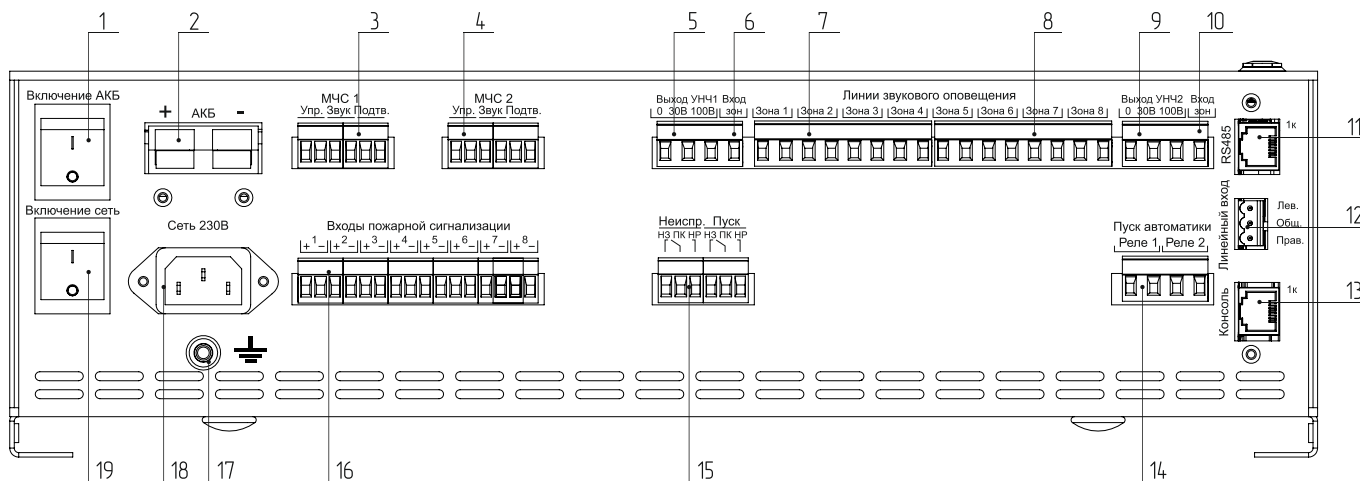

Рисунок 2 – Прибор управления «Тромбон ПУ-8К», вид со стороны задней панели.
Прибор «Тромбон ПУ-8К» имеет 8 входов пожарной сигнализации (Рисунок 2, поз. 16) для подключения к выходам ППКП (Прибора Приёмного Контрольного Пожарного). Выходы ППКП могут быть релейным или типа «открытый коллектор».
5.2.2 Цифровое подключение к сопряжённой комплексной системе безопасности через последовательный порт «RS485» (Рисунок 2; поз. 11). Подключение выполняется кабелем «Витая пара». Назначение контактов последовательного порта «RS485» приведено в Приложении 3.
Прибор имеет два специальных входа «МЧС 1» и «МЧС 2» (Рисунок 2, поз. 3, 4). Входы предназначены для стыковки с блоком централизованного запуска системы оповещения МЧС (БЦЗ системы П-166 или аналогичными). Входы выполнены в виде 6-контактного разъёма. Контакты «Упр.» данного разъёма – это логический вход управления прибором (реагирующий на замыкание контактов), контакты «Звук» - вход звукового сигнала с уровнем 0 дБ (0,775 В) от БЦЗ МЧС.
Для подключения удалённых консолей предназначен специальный порт «Консоль» (Рисунок 2, поз. 13). Порт выполнен в виде 8-контактного разъёма типа RJ45. К нему можно подключать до 8-и адресных удалённых консолей типа «Тромбон УК».
а) Разъём «Линейный вход» (Рисунок 2, поз. 12) предназначен для подключения к прибору источника звукового вещания и музыкальных программ. Вход стереофонический, используется только в режиме звукового вещания. Максимальное входное напряжение сигнала на данном входе – 250 мВ.
а) Для подключения линий звукового оповещения предназначены два 8-и контактных разъёма «Линии звукового оповещения» (Рисунок 2; поз. 7, 8). Всего прибор имеет выходы для подключения восьми линий связи со звуковыми оповещателями с обеспечением контроля исправности. Контроль исправности может быть отключён программно. Схема подключения линий звукового оповещения к прибору «Тромбон ПУ-8К» приведена в Приложении 6.
в) Для выбора напряжения в линии оповещения зон 1, 2, 3 и 4 необходимо установить перемычку между контактом «30В или «100В» (Рисунок 2; поз. 5) разъёма «Выход УНЧ1» и контактом «Вход зон» (Рисунок 2; поз. 6.). Аналогично, для зон 5, 6, 7 и 8 выбор напряжения выполняется перемычкой между требуемым контактом «Выход УНЧ2» (Рисунок 2; поз. 9) и «Вход зон» (Рисунок 2; поз. 10).
5.7 Разъём «Пуск автоматики» (Рисунок 2; поз. 14) предназначен для управления такими средствами пожарной автоматики, как световые знаки безопасности, эвакуационное освещение и замки эвакуационных выходов. Для управления этими средствами на разъём выведены нормально разомкнутые контакты двух реле. Контакты реле замыкаются при переходе прибора в режим «Тревога». Схема подключения дополнительного оборудования к разъёму «Пуск автоматики» прибора «Тромбон ПУ-8К» приведена в Приложении 7.
5.8 Разъём «Неиспр. Пуск» – вывод обобщённых сигналов «Неисправность» и «Пуск» (Рисунок 2; поз. 15). На данный разъём выведены контакты двух реле. Контакты реле «Авария» замкнуты у выключенного прибора или при обнаружении в системе оповещения неисправностей. Контакты реле «Пуск» замыкаются в режимах «Тревога», «Экстренный запуск» или «Трансляция МЧС».
5.9 Разъём «Сеть 230В» (Рисунок 2; поз. 18) предназначен для подключения прибора к сети питания переменного тока «230 В/50 Гц».
5.10 Разъём «АКБ» (Рисунок 2; поз. 2) предназначен для подключения к прибору источника резервного питания номинальным напряжением 24 В.